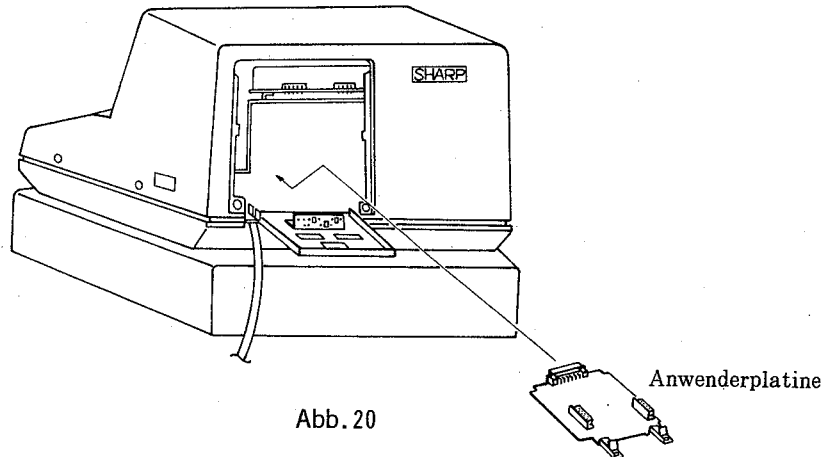
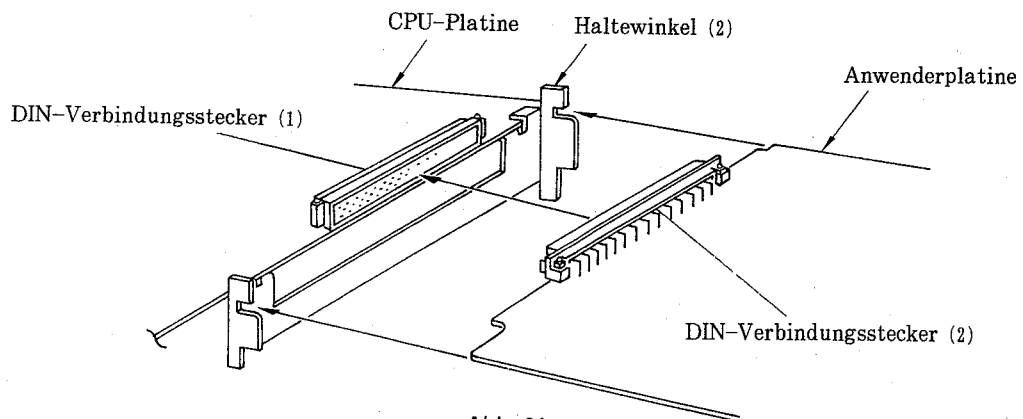

Abb. 20
Abb. 21
- (13) Alle bei der Entfernung der CPU-Platine abgenommenen Verbindungsstecker wieder anschließen. Zum Schluß die Wartungsbatterie abnehmen.
- (14) Die Anwenderplatine wie folgt anbringen.
- a) Die Anwenderplatine in das Gehäuse einsetzen (Abb. 20) und an zwei Stellen in den Haltewinkel (2) einpassen (siehe Abb. 21).